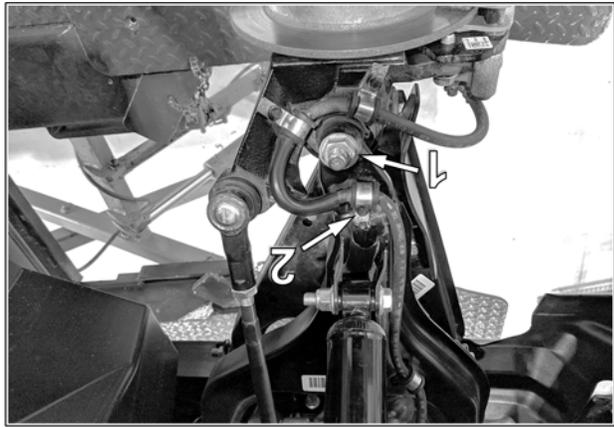

Fig. 11
3. Au bras de suspension supérieur, retirer temporairement l'écrou (1) du joint à rotule et le boulon (2) de la bride de boyau de frein. Fig. 11 ou Fig. 12